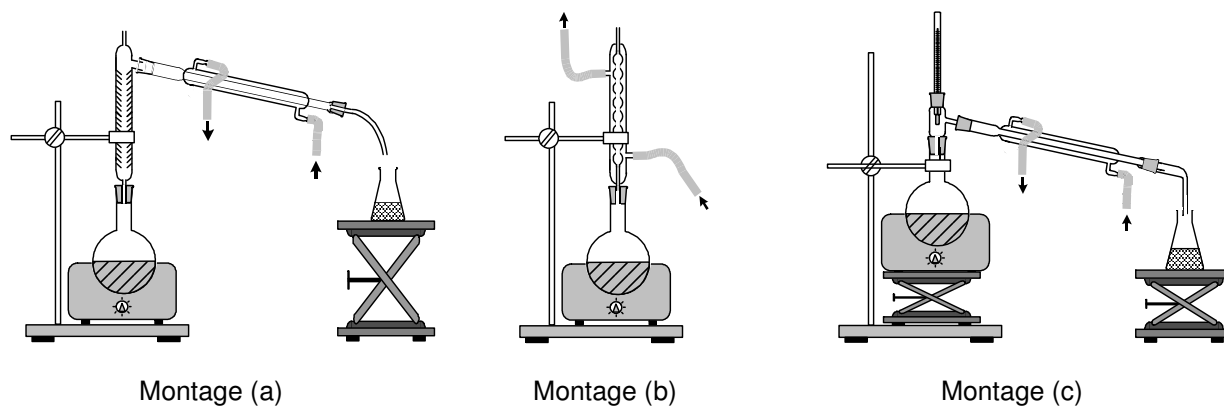

Figure 7 : montage mise en œuvre dans l'étape 1
1.2.1. Choisir parmi les 3 montages proposés à la figure 7, celui à utiliser pour réaliser une saponification